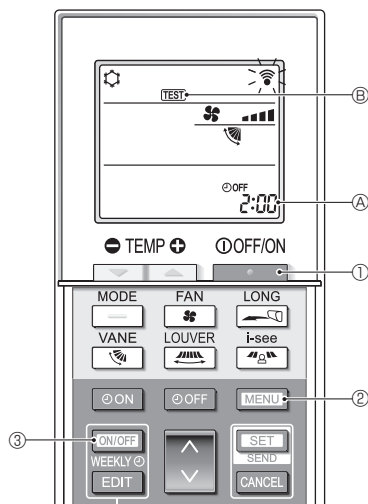

Fig. 7-5
7.2.2. Uso del comando a distanza senza filo (Fig. 7-5)
- Premere il pulsante ① per arrestare il condizionatore d'aria.
- Se il timer settimanale è attivo (**WEEKLY** è acceso), premere il pulsante ③ per disattivarlo (**WEEKLY** è spento).
- Premere il pulsante ② per 5 secondi.
- Premere il pulsante ②.